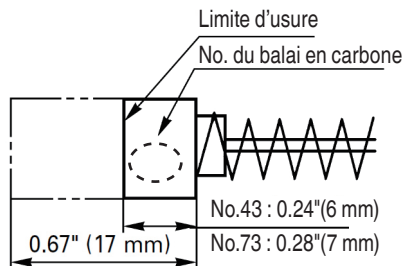

Fig. 20
4. Contrôle des balais en carbone (Fig. 20)